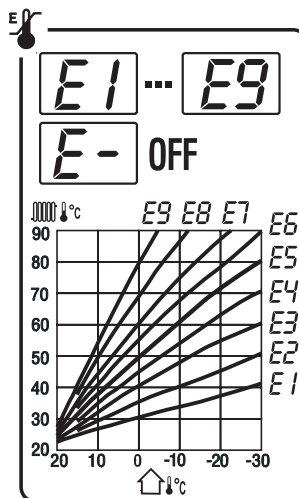

рис. 2
Нажмите кнопку **MODE** – на дисплее появится буква **E** с параметром от (-) до (9). Выбор погодной характеристики производится с помощью кнопок **-** **+**. Крутизна характеристики возрастает с увеличением установленного числа ($E1 < E9$), см. рис. 2.